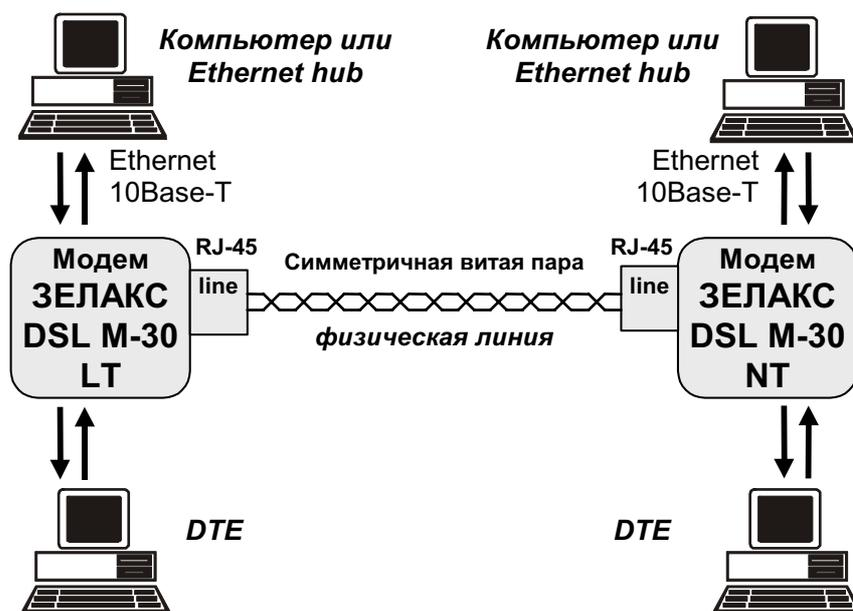

Рис. 9. Схема соединения модемов
Схема соединения модемов для организации дуплексного канала связи приведена на Рис. 9. Назначение контактов линейного разъема приведено в приложении (см. Приложение 1). В качестве линейного разъема применяется восьмиконтактная вилка **RJ-45**. В любом случае, для подключения к физической линии используются только два средних контакта. Полярность при подключении к проводам линии значения не имеет. Остальные контакты необходимо оставить незадействованными.
1. Соединить модемы в соответствии со схемой, приведенной на Рис. 9.